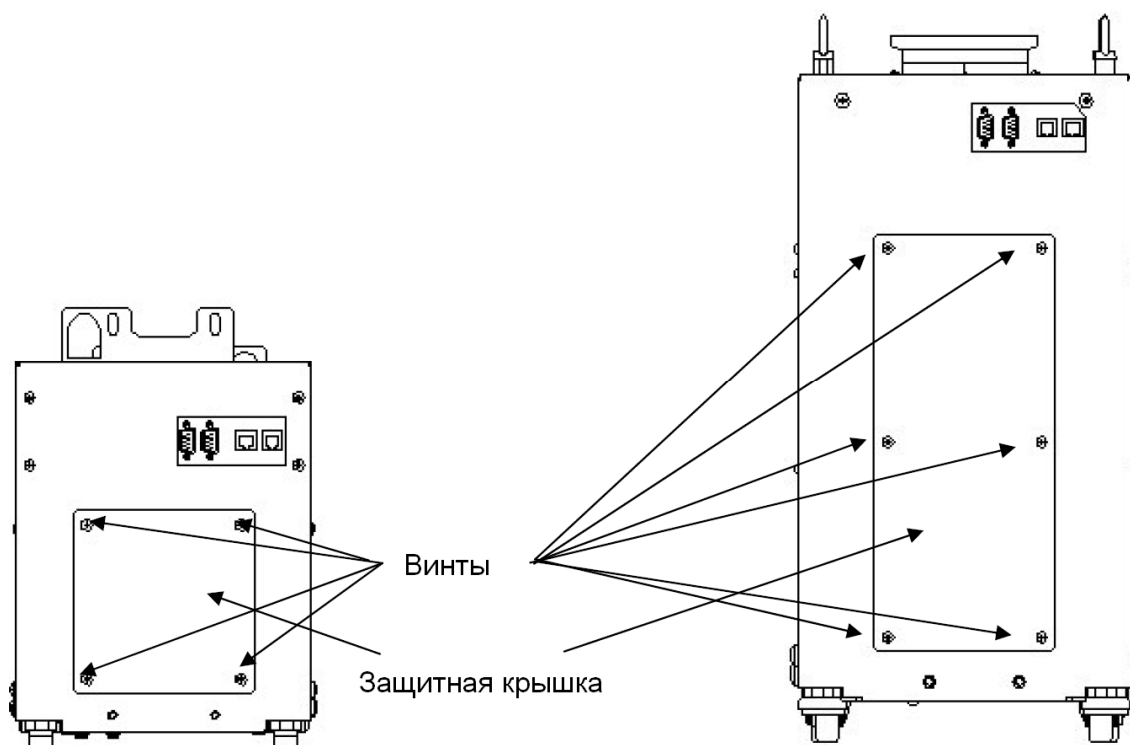

Рис. 7.1 Инструкция по снятию защитной крышки
(1) Остановите насос и снимите защитную крышку (со стороны разъема LCD) с насоса. (См. Рис. 7.1).